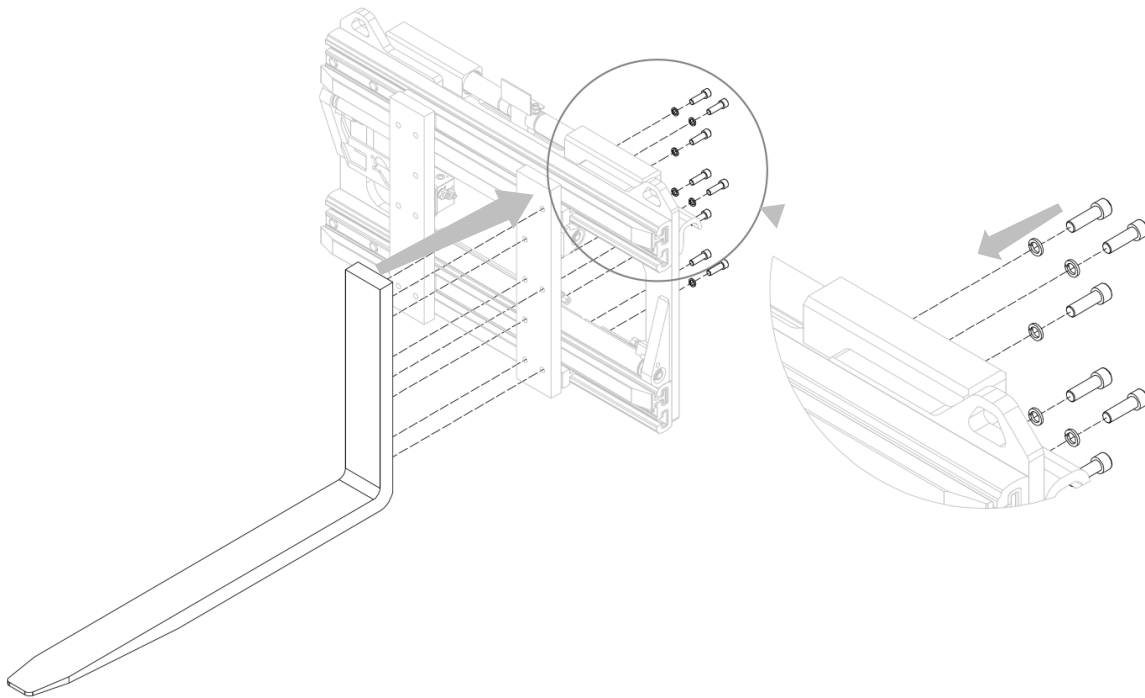

Figura 11
2. Applicare le forche alle apposite forcelle, avvitando le relative viti che le bloccano (vedi *Figura 11*).